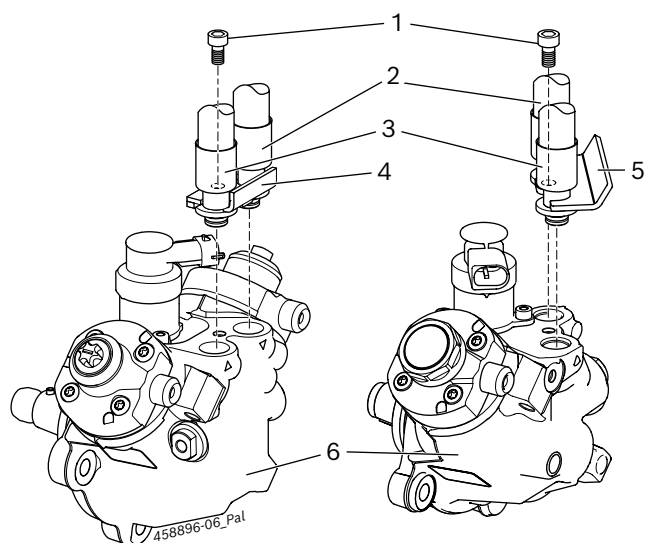

Fig. 4: Kontroltilslutning CP4 med holdevinkel
! Brug CP4 pumpespecifikke slanger til prøveolietilslutning 1 680 712 351 eller 1 680 712 352. Slangene fastgøres på CP4 med pumpespecifik holdevinkel 1 681 038 392 (fig. 4, pos. 4) eller holdevinkel 1 681 038 430 (fig. 4, pos. 5) og unbrakoskrue M6 x 12 (fig. 4, pos. 1). Slangerne, holdevinklen og unbrakoskruen er inkluderet i komponentsæt 1 687 016 125.
1. Tilslut slange til prøveolietilløb (fig. 4, pos. 2) på tilløbstilslutningen på CPU4.
2. Tilslut slange for prøveoliereturløb (fig. 4 pos. 3) på returløbstilslutningen på CP4.
3. Fastgør begge slanger på CP4 med holdevinkel 1 681 038 392 (fig. 4, pos. 4) eller holdevinkel 1 681 038 430 (fig. 4, pos. 5) og unbrakoskrue M6 x 20 (fig. 4, pos. 1).